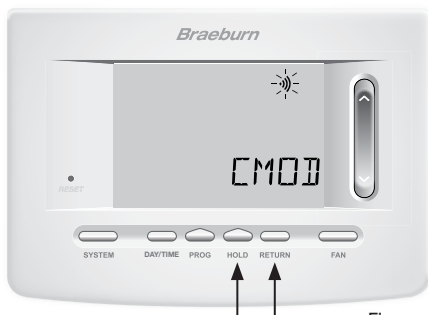

Figura 1
2. La palabra **CMOD** (Módulo de control) aparecerá en la y el símbolo  destellará (consulte la Figura 1).